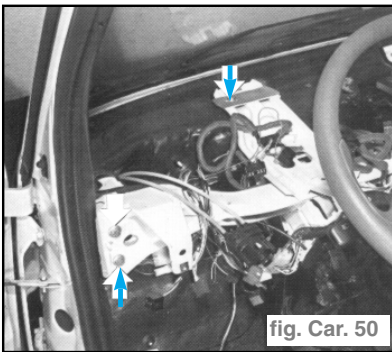

fig. Car. 50
- Desserrer les vis de fixation de traverse côté conducteur. (fig. Car. 50)